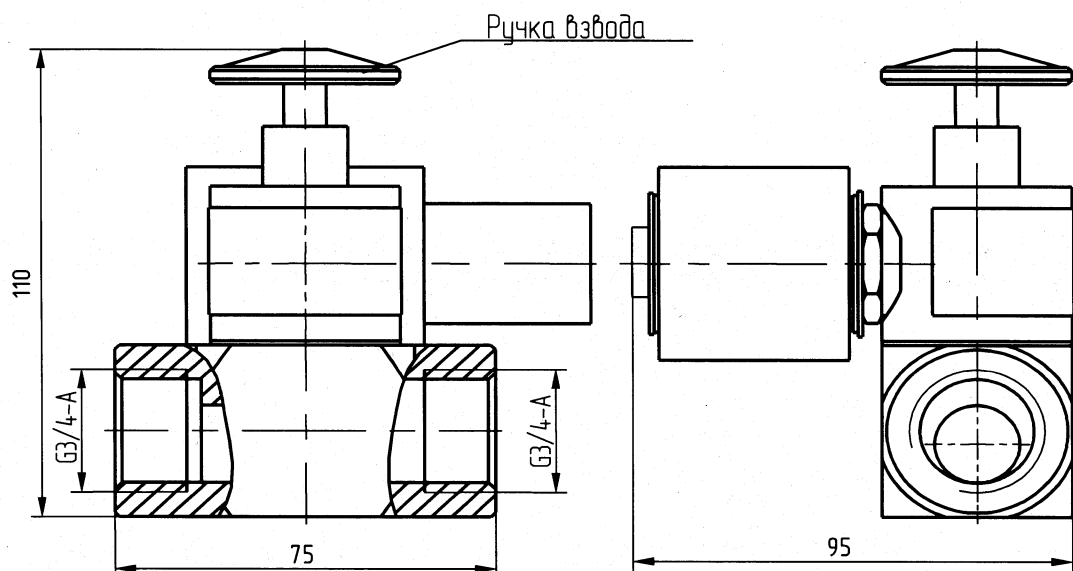

Рис.1
1.1 Клапан-отсекатель КО-20/18-0,05-12-NA (рис.1) дата изготовления _____, предназначен для автоматического отключения подачи газа во внутренние газопроводы и газовое оборудование помещений жилых, общественных зданий, котельных и других газоиспользующих объектов в случае срабатывания систем сигнализации о загазованности, задымленности, об изменении давления.
6.1 Клапан-отсекатель имеет ручной взвод. Для прохода потока газа необходимо, при отсутствии напряжения на катушке, потянуть ручку взвода (см. рис.1) вверх до фиксации штока. Срабатывает (закрывается) клапан при поступлении электрического импульса напряжением 12 В. Клапан-отсекатель применяется в комплекте с сигнализатором загазованности малогабаритным бытовым СЗМБ-1-05 или с иными приборами, оповещающими о задымленности, об изменении давления.